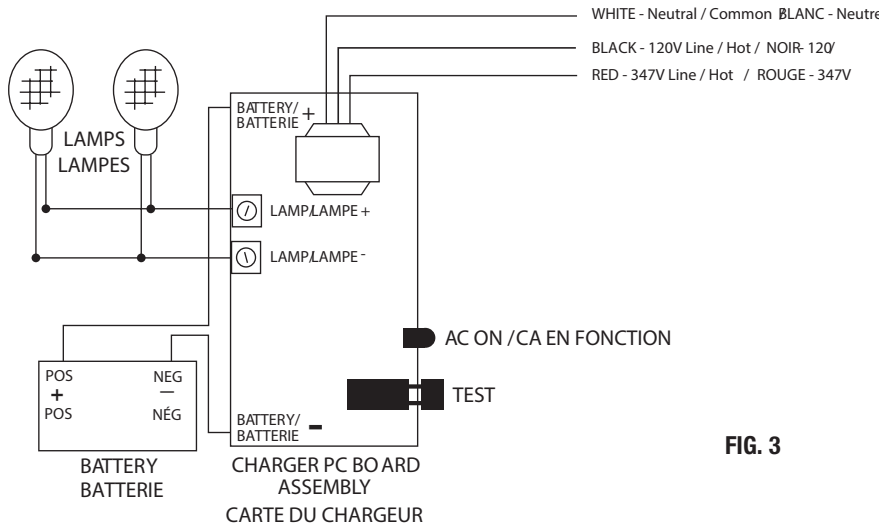

FIG. 3
4. Make proper wiring connections between the AC supply and the unit's transformer: RED - Line 347 Volts; BLACK - Line 120 Volts; WHITE - Neutral (Fig. 3). Insulate unused wire! **CAUTION!** Failure to insulate unused wire may result in a shock hazard or unsafe condition as well as equipment failure.
4. Effectuer les branchements appropriés entre la tension CA et le transformateur de l'unité: ROUGE - ligne de 347 volts; NOIR - ligne de 120 volts; BLANC - neutre (Fig. 3).
1. The battery may be connected in reverse polarity. Check connections. Connect the Positive lead to the Positive battery terminal and the Negative lead to the Negative battery terminal. The lamps should then turn off and the charge indicator should light when the AC power is applied (Fig. 3).
Brancher le fil positif à la borne positive de la batterie et le fil négatif à la borne négative de la batterie. Les lampes devraient s'éteindre et la lampe témoin de charge devrait s'allumer lorsque l'appareil est mis sous tension (Fig. 3).